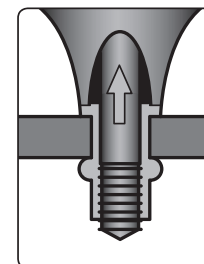

Fig. 6
6) Sujete firmemente el adaptador para remaches con la mano y manténgase en una postura estable. Por medio de la rotación en sentido horario del portabrocas se unirán las dos piezas (Fig. 6).